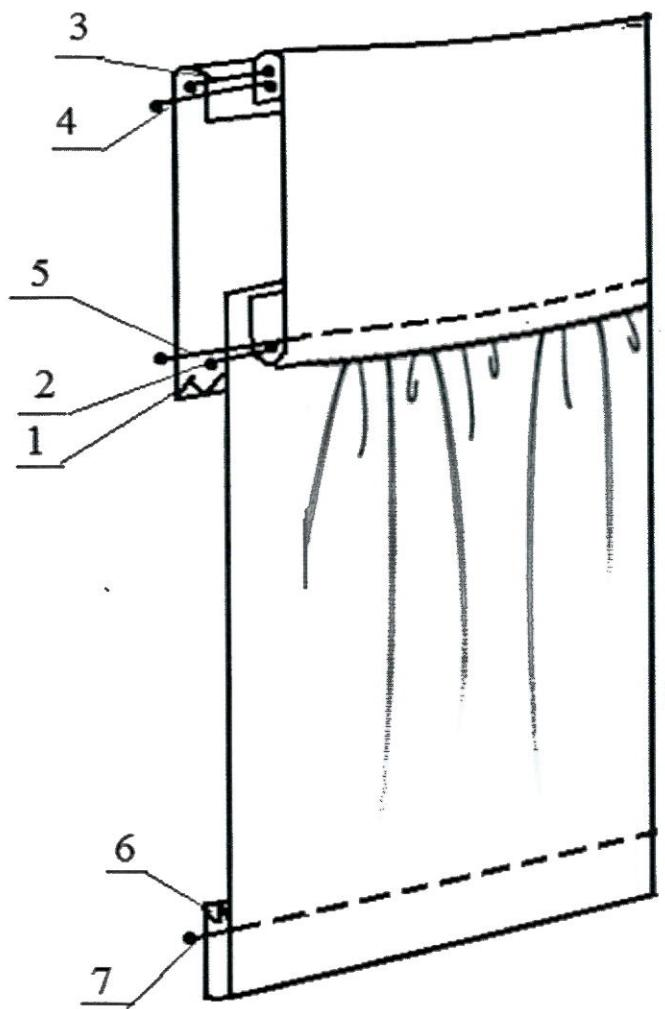

Рисунок 2 – Схема обработки переднего полотнища юбки
2) При пошиве можете воспользоваться рекомендованной технологической последовательностью изготовления, приведенной ниже (стр. 7), а также схемой обработки (стр. 8, рис. 2), или применить свой метод изготовления, не ухудшающий качество и полностью соответствующий заданному внешнему виду фрагмента модели женской юбки.
3. Обметать нижний срез внутренней части кокетки (строчка 1 на рис. 2).
4. Притачать внешнюю часть кокетки к переднему полотнищу, сложив их лицевыми сторонами. Строчку прокладывать между сборкообразующими строчками (строчка 2 на рис. 2).
7. Обтачать верхний край, складывая кокетки лицевыми сторонами внутрь (строчка 3 на рис. 2).
9. Настроить внутреннюю часть кокетки на припуски шва обтачивания, ширина шва 0,1-0,2 см (строчка 4 на рис. 2).
11. С лицевой стороны кокетку отстрочить по нижнему краю, прихватывая нижний обметанный срез внутренней части кокетки (строчка 5 на рис. 2).
12. Обметать нижний срез переднего полотнища (строчка 6 на рис. 2).
13. Застрочить нижний срез переднего полотнища (строчка 7 на рис. 2). Ширина подгиба 2 см.